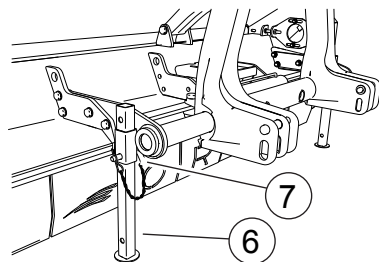

Fig.79
- Abbassare i piedi di appoggio (6, "Fig.79") fino a toccare terra. Inserire i perni (7, "Fig.79"). Bloccare i perni con la copiglia in dotazione. La macchina deve appoggiare a terra in modo stabile.
- Lower the support feet (6, "Fig.79") until they touche the ground. Insert the pins (7, "Fig.79"). To stop the pivots with the copiglia in endowment. The machine must rest on the ground in a stable manner.
- Baisser les pieds d'appui (6, "Fig.79") jusqu'à toucher parterre. Insérer les goupilles (7, "Fig.79"). Bloquer les pins avec la goupille en dotation. La machine doit etre posée parterre d'un façon stable.
- Senken Sie die Stützfüße (6, "Fig.79"), bis er den Boden berührt. die Bolzen einfügen (7, "Fig.79"). Sperren Sie die Bolzen mit Federstecker geliefert. Die Maschine ist auf dem Boden in einer stabilen Weise ruhen.
- Bajar los pies de apoyo (6, "Fig.79"). Insertar los pernos (7, "Fig.79"). Parar los goznes con el copiglia en dotación. La máquina tiene que apoyar a tierra de modo estable.
- Baixar os pés de apoio (6, "Fig.79") até tocarem o chão. Inserir os pinos (7, "Fig.79"). Fixar os pinos com o pino de contrapino fornecido. A máquina deve repousar de modo estável no chão.